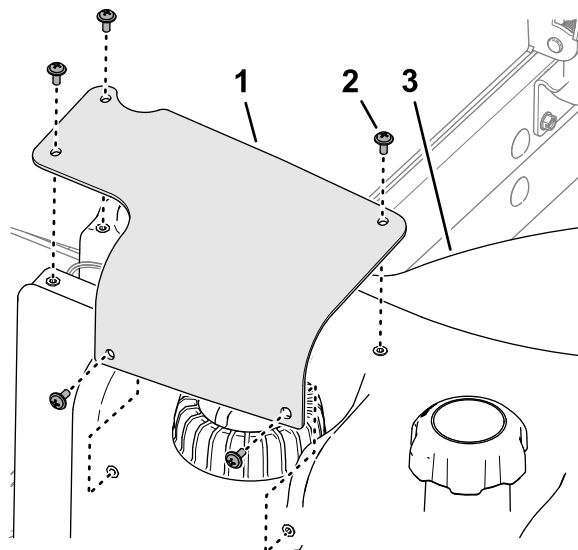

Рисунок 91
2. Отверните 5 винтов с крестообразным шлицем, которые крепят кожух датчика уровня топлива к топливному баку, и снимите кожух (Рисунок 91).